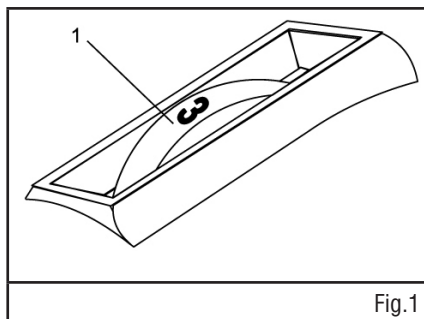

Fig.1
Réglez la vitesse de l'outil rotatif en tournant le cadran de commande de vitesse variable (1) à la vitesse appropriée (voir la figure 1). Placez le cadran de réglage de vitesse de l'outil à la position « 1 » pour la vitesse la moins élevée, à « 3 » pour la vitesse moyenne et à « MAX » pour la vitesse la plus élevée.